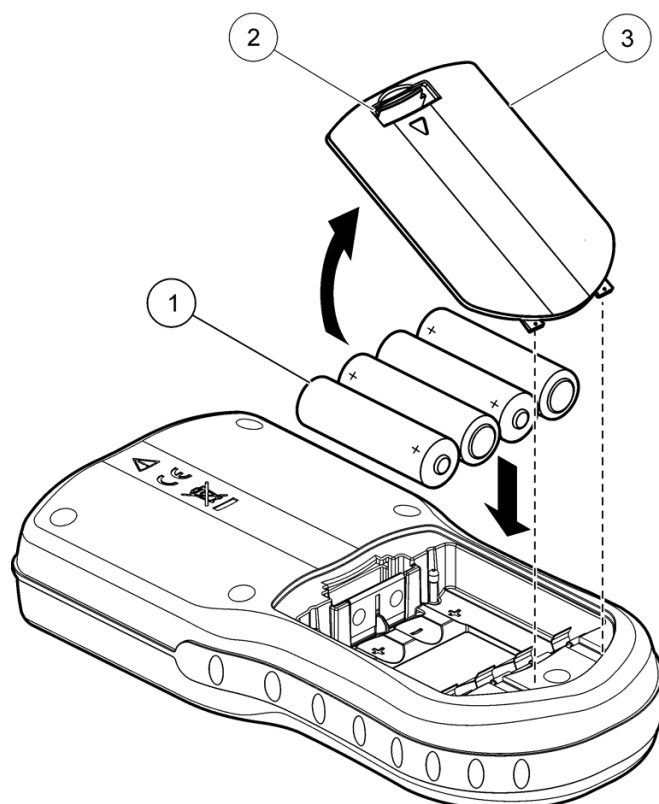

Figura 21 Instalación de las pilas
1. Tire de la pestaña de liberación de la tapa de las pilas y retírela (Figura 21).